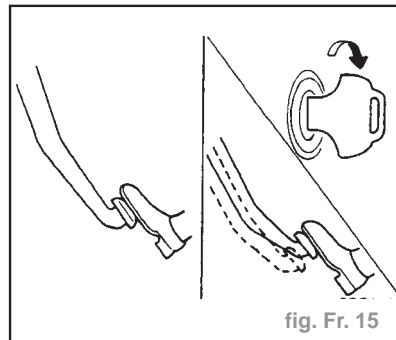

fig. Fr. 15
- Enfoncer plusieurs fois la pédale de frein alors que le moteur est arrêté. Après avoir échappé la dépression, s'assurer qu'il n'y a pas de changement sur la course de la pédale (fig. Fr. 15).